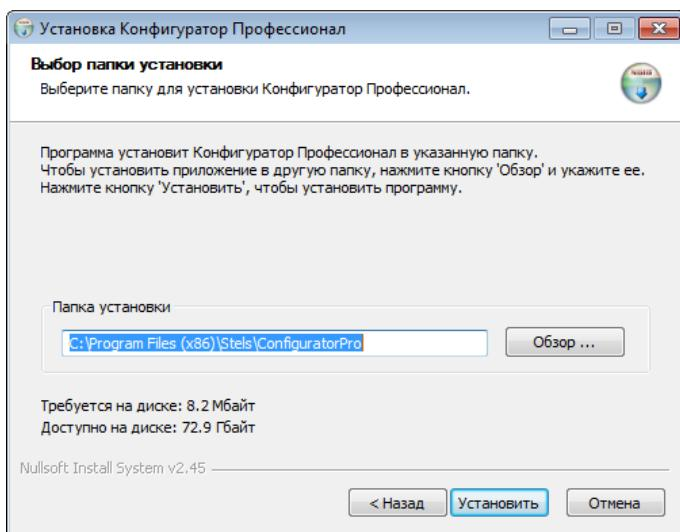

Рисунок 6.2 — Окно Выбор папки установки
5. В следующем окне укажите папку установки и нажмите кнопку **Установить** (см. рисунок 6.2).